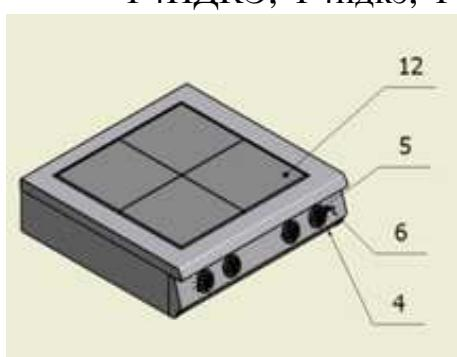

Рисунок 1
5.2.Верхняя рабочая часть модуля (рис.1) представляет собой конструкцию, внутри которой устанавливается каркас с отражателями и электрические конфорки 12, поддон 4 служит для стока воды с поверхность (на примере 4-х конфорочной плиты).